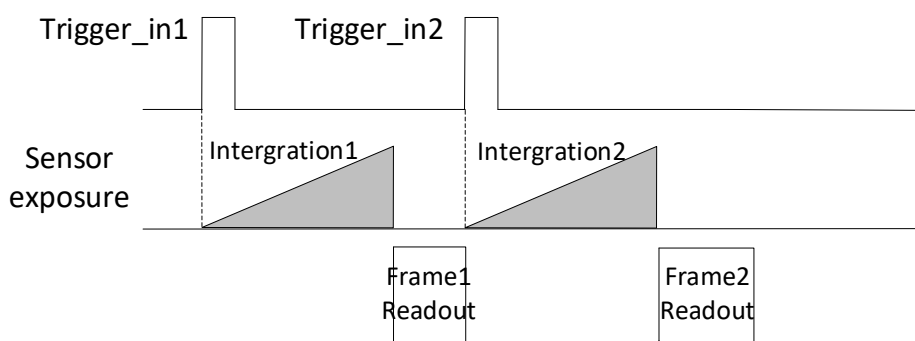

图4-45 第 1 帧被强制结束时序
- 不启用触发缓存使能：强制结束第 1 个触发信号处理过程，开始处理第 2 个触发信号，如图 4-45 所示；